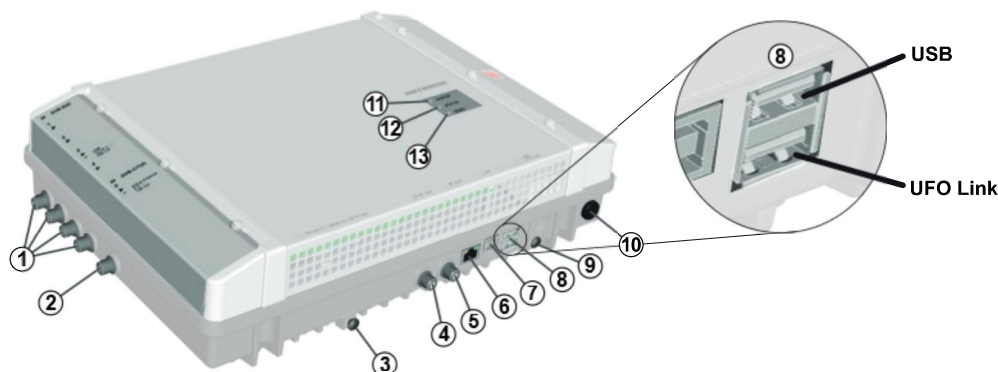

Abb. 1: Geräteelemente
1. Schließen Sie eine Potenzialausgleichsleitung (Cu,  $\geq 4 \text{ mm}^2$ ) an der Erdungsschraube an; siehe ⑨ in Abb. 1, S. 3.